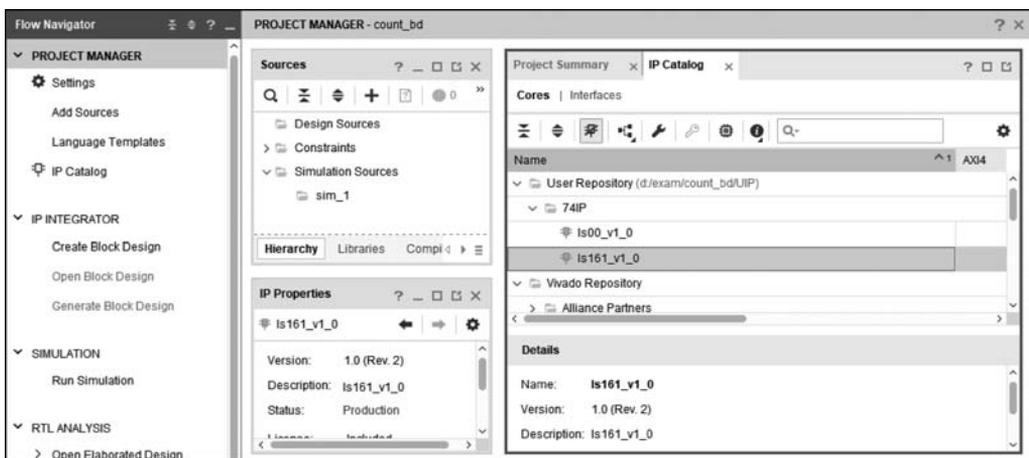

图 3.55 将 Is161 和 Is00 核添加到 IP 库
(4) 在 PROJECT MANAGER 下选择 IP Catalog 选项,在右侧的 IP Catalog 标签页中,展开 User Repository,可以看到用户自定义的 IP 核 ls161\_v1\_0 和 ls00\_v1\_0 已经出现在 IP 库中,可以调用了,如图 3.55 所示。